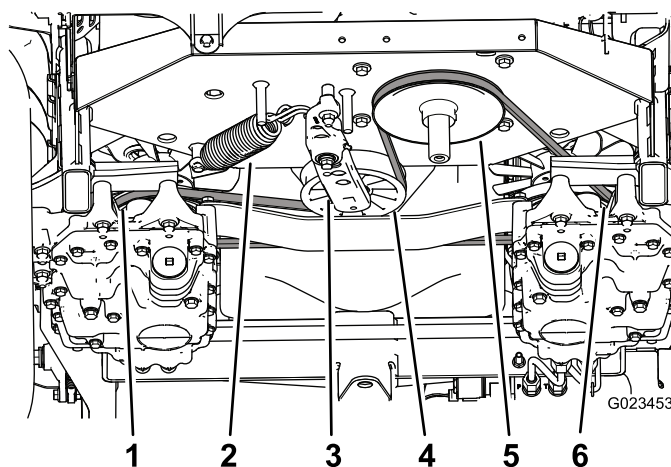

Figura 57
3. Utilize uma lingueta no orifício quadrado do braço tensor para neutralizar a mola tensora (Figura 57) e retire a correia da polia tensora.
4. Desengate a mola tensora do braço tensor e da estrutura (Figura 57).
9. Instale a mola no braço tensor e na estrutura (Figura 57).